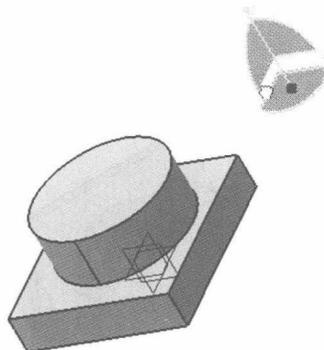

图 2-8 平移示意图
(2) 平移：如图 2-8 所示，抓住指南针上的任一直线，则屏幕上的空间及零件会沿着直线的方向平移。